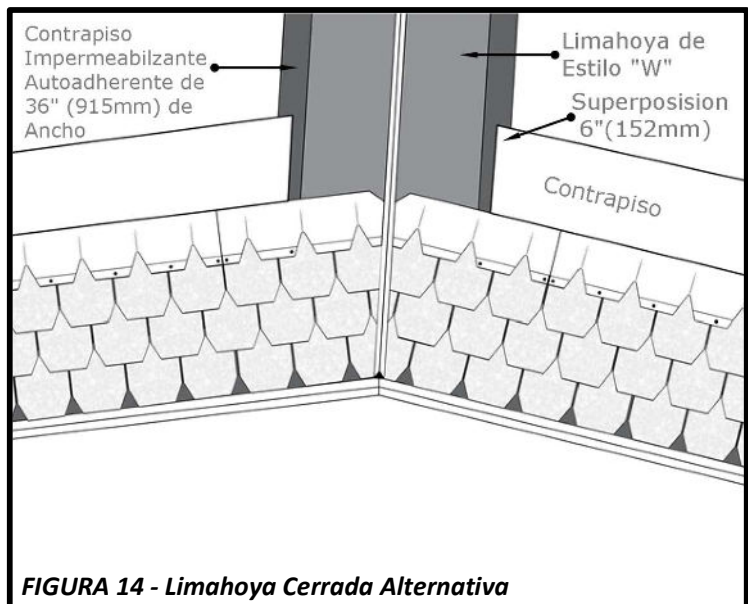

FIGURA 14 - Limahoya Cerrada Alternativa
- Corte las tejas según la línea de tiza. Vea la **Figura 14**.